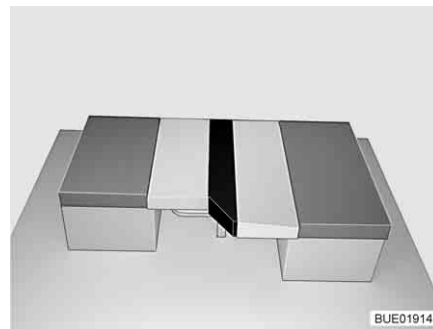

Fig. 99 Dopo la trasformazione
- Posizionare il cuscino aggiuntivo come illustrato, tra il cuscino dello schienale e il cuscino del divano (vedi Fig. 99).